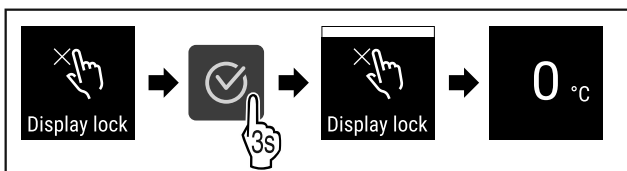

Fig. 96
- ▶ Kryeni hapat e veprimit (shihni Fig. 96).